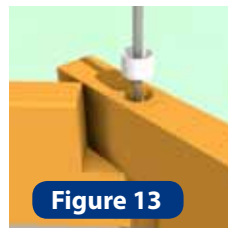

Figure 13
- Placez les anneaux de renfort entre chaque rangée (fig 13).